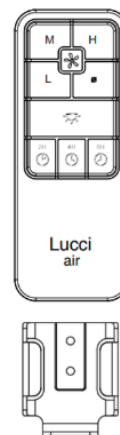

Fig. 7b
2. 리모컨을 슬라이드로 밀어 넣어 홀더안에 정상적으로 안착되는지 확인합니다. (Fig. 7b)